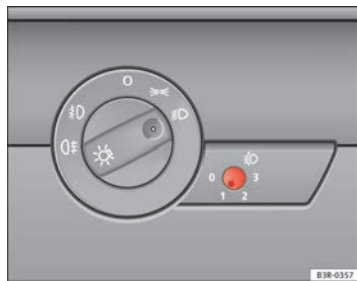

Fig. 89 Regulación del alcance de las luces
- Pulse brevemente el botón  ⇒ fig. 89, para sacarlo de su posición de ajuste.